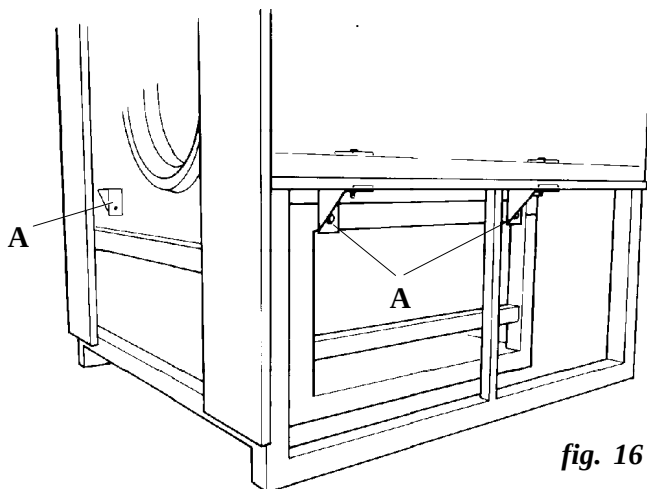

fig. 16
-Locate the four yellow fixing braces **A (fig. 16)** and dismantle. To prevent the floating section movement during transit, the 8 mounting screws are firmly tightened. Provide suitable tools.
-Localizar los cuatro ángulos **A** de fijación de color amarillo **(fig. 16)** y desmontarlos. Para evitar el desplazamiento del chasis flotante durante el transporte, los 8 tornillos de fijación están fuertemente apretados. Proveer-se de llaves adecuadas.
-Localiser les quatres angles **A** de fixation jaunes **(fig. 16)** et les démonter. Pour éviter le déplacement du châssis suspendu durant le transport, les 8 vis de fixation sont fortement serrés. Prévoir des clés appropriés.